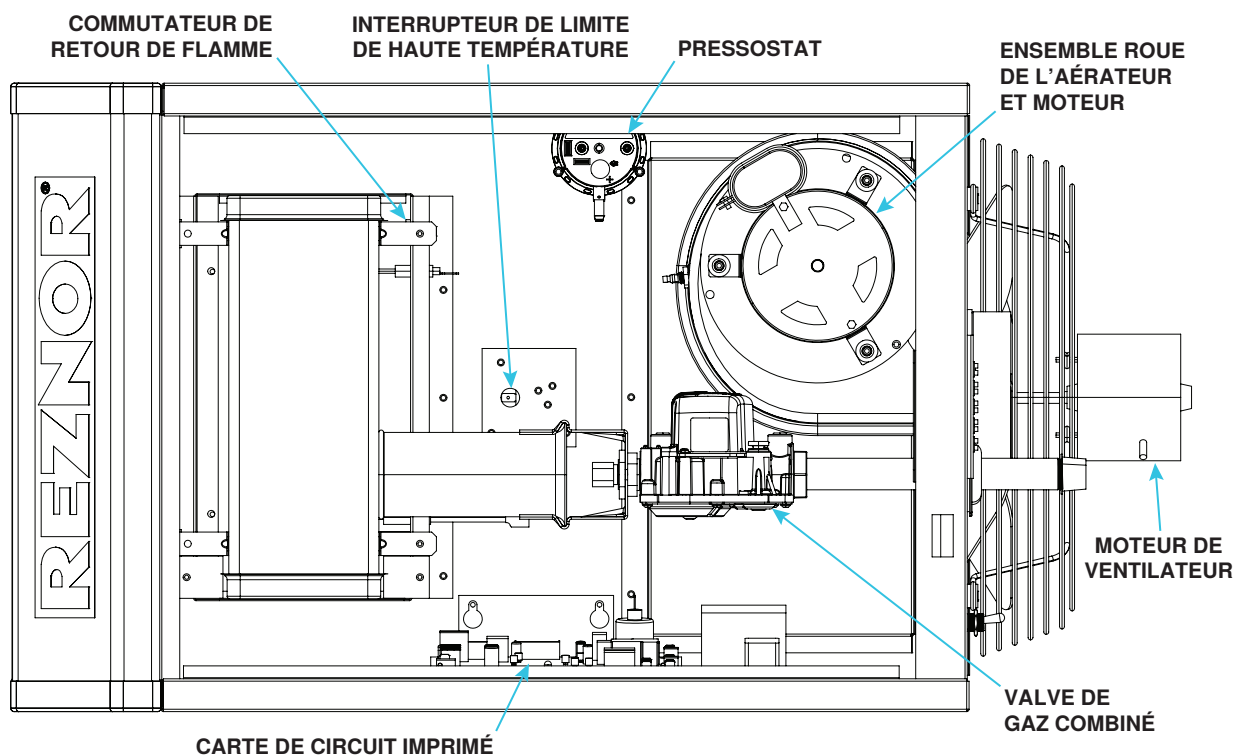

Figure 19. Emplacements de contrôle (typiques)
- Le pressostat (commutateur de débit d'air de combustion) (voir Figure 19) est un commutateur sensible à la pression qui surveille la pression d'air pour s'assurer que le débit d'air de combustion est suffisant.
Toutes les unités sont équipées d'un interrupteur de limite de haute température (voir Figure 19). L'interrupteur est réglé en usine et elle n'est pas ajustable. Si le point de consigne est atteint, l'interrupteur interrompt l'alimentation électrique de la vanne combinée gaz. Ce dispositif de sécurité offre une protection en cas de panne du moteur ou de manque de circulation d'air causée par une restriction de l'entrée ou de la sortie d'air.
Le moteur de l'aérateur (voir Figure 19) est fixé à la roue de l'aérateur pour fournir une circulation d'air de combustion. Son fonctionnement est contrôlé par une carte de circuits imprimés (reportez-vous à la section Carte de circuit imprimé \(module de commande DSI\)).
Tailles d'unité 30–125 du modèle UDXC sont équipés d'un commutateur de retour de flamme à réinitialisation manuelle actionné par la température (voir Figure 19). L'interrupteur, situé derrière le support du corps du brûleur supérieur, est réglé en usine et il n'est pas ajustable. Lorsque le point de consigne est atteint, le commutateur coupe l'alimentation électrique à la vanne de gaz. Lorsque le commutateur de retour de flamme est actionné, identifiez et corrigez la cause avant de le réinitialiser.
La vanne de gaz combinée (voir Figure 19) est alimentée par un circuit de commande 24V via le thermostat et des commandes de sécurité. La vanne de type diaphragme est réglée en usine et elle contrôle la circulation de gaz.
Le moteur du ventilateur (voir Figure 19) est équipé d'une protection de surchauffe à réinitialisation automatique. Si le moteur ne fonctionne pas, la cause peut être simplement que le courant ne convient pas. Assurez-vous que la tension requise est acheminée vers le moteur.
Le système d'allumage de l'appareil de chauffage est contrôlé par un circuit imprimé (voir Figure 19), un module de commande Direct-Spark Integrated (DSI) (voir Figure 10), qui surveille les dispositifs de sécurité et contrôle le fonctionnement des moteurs du ventilateur et de l'aérateur ainsi que la vanne de gaz combinée entre les cycles de chauffage. L'afficheur à sept segments (SSD) du module est visible à travers une fenêtre sur le panneau de porte d'accès. De plus, une DEL de statut se trouve dans le bas de l'appareil de chauffage. Les indications de statut sont éteintes (l'appareil n'est pas sous tension ou le tableau de commande est en panne), elles restent allumées (l'appareil est allumé et aucune panne n'est détectée) ou elles clignotent (l'appareil est allumé et au moins une panne est détectée). Des indications de statut supplémentaires sont présentes sur l'afficheur dans le bas du module de commande (étiquetées DSP1, voir Figure 10). Les codes d'affichage sont donnés et décrits au la section Dépannage de l'appareil à l'aide du module de commande DSI.